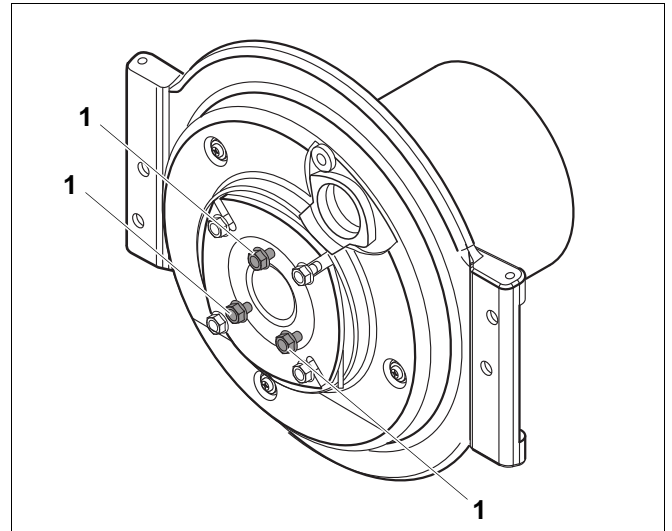

Рис. 31 Отверните гайки
- Отверните три гайки (рис. 31, **поз. 1**) рожковым ключом на 13 мм.
- Затяните три гайки (рис. 31, **поз. 1**, стр. 39).